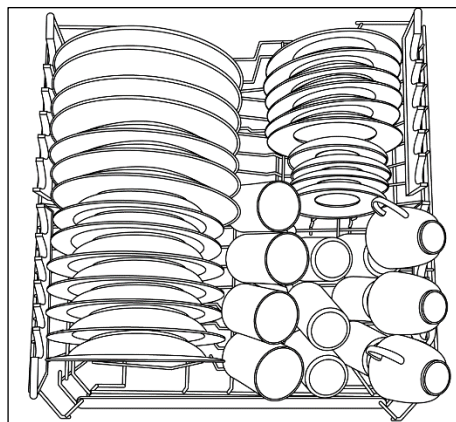

Fig. 1
2. Tenez le panier des deux côtés et soulevez-le vers le haut (fig. 1).
1. Tenez le panier des deux côtés et soulevez-le délicatement vers le haut (fig. 1);
Un chargement standard journalier est indiqué dans les fig. 1
- Pour retirer le micro filtre, il vous suffit de tourner la poignée dans le sens contraire des aiguilles d'une montre (fig.1).